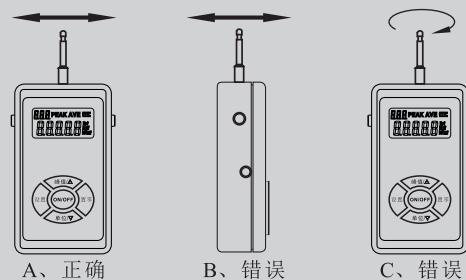

图3
- ⑦ 已测量的次数；
- ⑧ 测量力值范围符号：显示L时，表示测量值小于下限值，超出范围；显示O时，表示测量值处于上限值与下限值之间，在范围内；显示H，则测量值大于上限值，超出范围。
- ① ON/OFF 键：电源开关，开机和关机；
- ② 置零键：短按使测量值归零；连接电脑时，长按大于3秒打印存储值；
- ③ 峰值/△ 键：短按此键屏幕显示PEAK符号（峰值标示符号），长按大于3秒则删除所有存储值；在设置状态下用于增加数据，按住该键不放，数据连续递增；
- ④ 单位/▽ 键：短按此键可在N、kgf/gf、lbf、ozf单位中切换；长按大于3秒则删除上一次存储值；在设置状态下，用于减少数据，按住键不放，数据连续递减；
- ⑤ 设置键：按此键，仪表进入设置状态，利用峰值/△键和单位/▽键设定所需的参数，完成设置按置零键保存退出。
- ① 测试力作用点为测力顶针的内凹部位；
- ② 测试力方向为平行面板平面且垂直于顶针的方向（如图3所示，A图为正确的测试方向）。